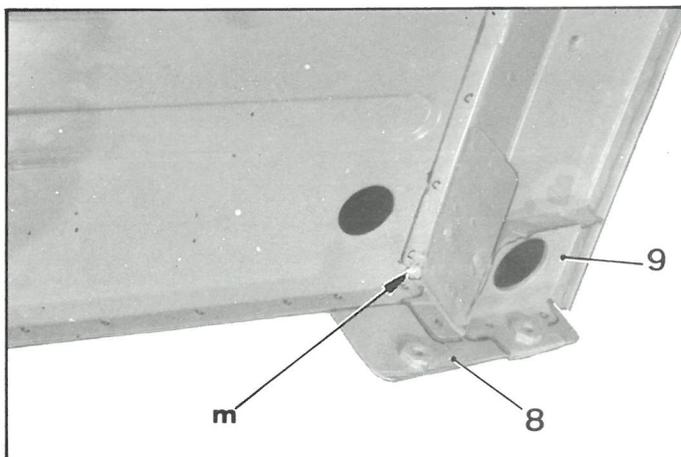

Fig. 8
Mettre en place la tôle de fermeture (9) (fig. 8).